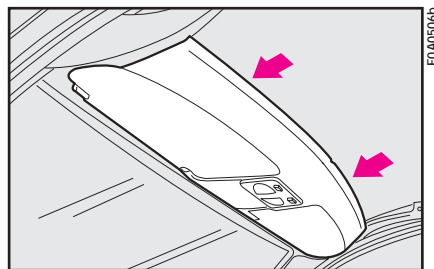

рис. 100
## ПОЛКА ДЛЯ ЛЕГКОВЕСНЫХ ПРЕДМЕТОВ (рис. 100)
**ПРЕДУПРЕЖДЕНИЕ** Полка может выдержать вес не более 3 кг с каждой стороны. Запрещается класть на полку предметы, имеющие вес больше допустимого. Запрещается использовать полку в местах, указанных на рисунке, как поручень (**рис. 100**). Для этого есть специальные поручни.